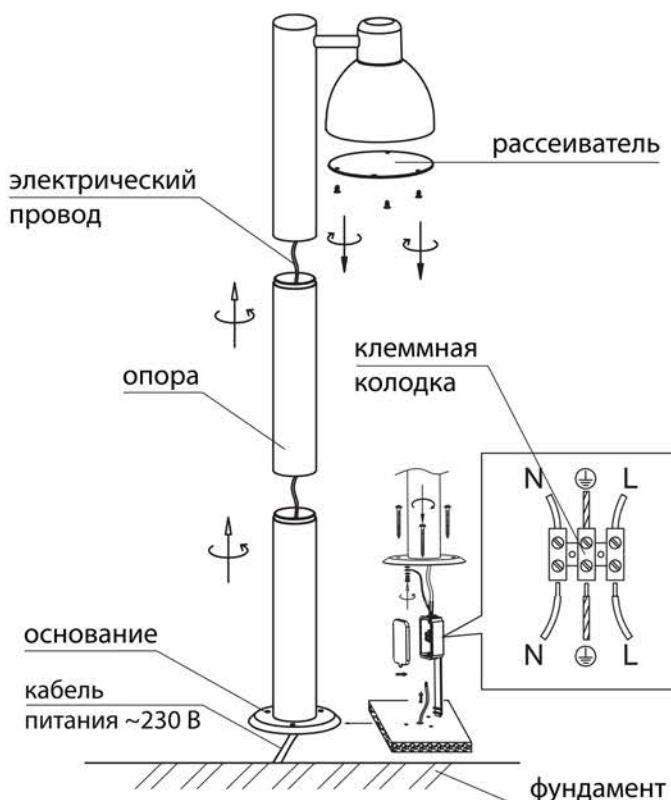

Рисунок 2. Схема сборки светильника SQ0330-2011
5.2. Для сборки светильника воспользуйтесь инструкцией по установке (см. приложение 1) и схемой (рис. 2 и 3):